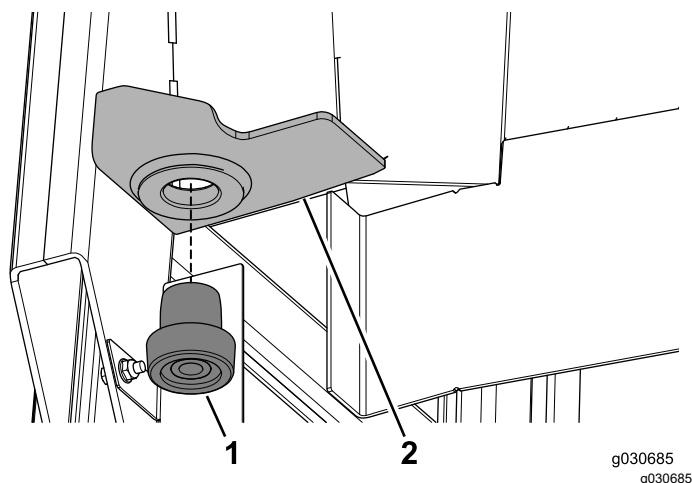

Figura 11
1. Premete un supporto isolante in gomma in ciascun foro del supporto posteriore sinistro sul telaio della cabina (Figura 11).